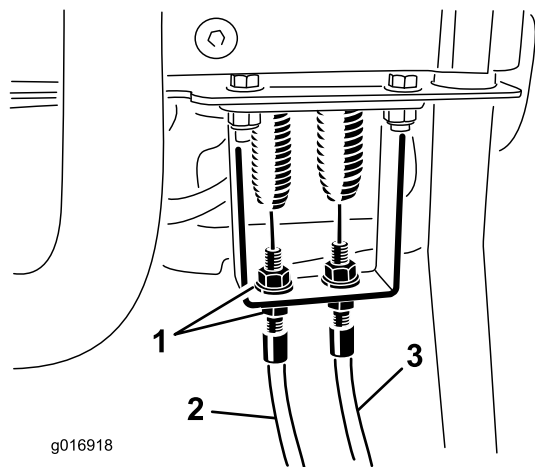
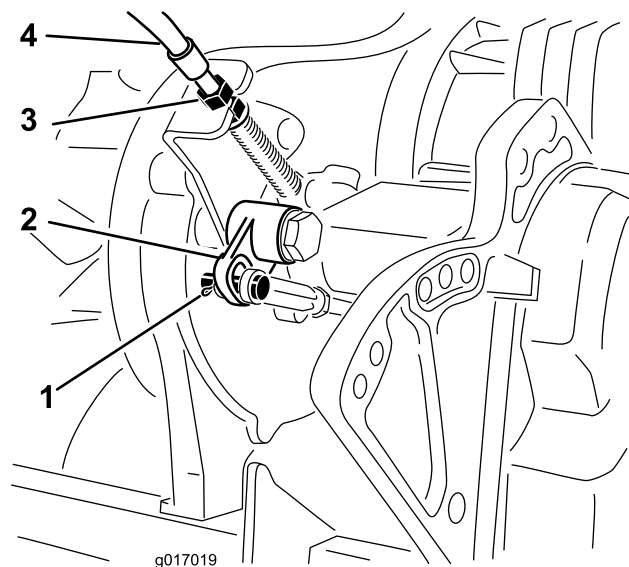

Рисунок 45
Рисунок 46
2. Проверьте наличие слабину в тросике управления тягой у пружины растяжения (Рисунок 45). При наличии слабину отрегулируйте зажимную гайку на переходнике (Рисунок 46) для устранения слабину тросика без растяжения пружины.
4. Снимите шплинт и палец с головкой, которые крепят ушко тяги к изогнутому рычагу. Отсоедините ушко от изогнутого рычага (Рисунок 46).
7. У переходника трансмиссии (Рисунок 46) отрегулируйте зажимные гайки тросика так, чтобы уменьшить расстояние до изогнутого рычага в соответствии с предыдущим изменением.
8. Во время регулировки тросика у переходника пульта управления отрегулируйте зажимные гайки тросика так, чтобы устранить всю слабину тросика, не растягивая пружину (Рисунок 45).
3. На переходнике рукоятки управления ослабляйте тросик управления барабаном, пока на нем не появится слабина (Рисунок 45).